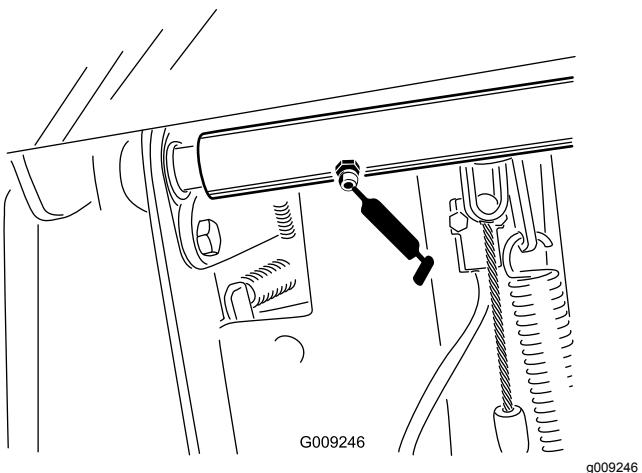

Figura 62
- Cojinetes del eje de pivot del pedal de freno (2) (Figura 62)